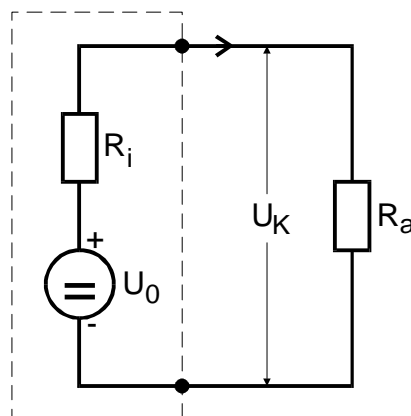

Abb.1: Ersatzschaltbild einer realen Spannungsquelle mit Lastwiderstand  $R_a$
folgt für das vorliegende Problem gemäß Abb.1 mit  $U_{0_n} = U_0$ ,  $I_m = I$  für  $m = 1, 2$ ,  $R_1 = R_i$  und  $R_2 = R_a$  die einfache Beziehung
Damit ist das Absinken der Klemmenspannung mit zunehmendem Strom erklärt. Jetzt ist auch ersichtlich, weshalb zur direkten Messung der Leerlaufspannung ein hochohmiges Voltmeter erforderlich ist; wegen des geringen Stromes kann in diesem Fall das Glied  $IR_i$  in Gleichung (1) vernachlässigt werden, sodass gilt  $U_k \approx U_0$ 2. Den gestrichelt umrandeten Teil in Abb.1 bezeichnet man auch als das **Ersatzschaltbild** einer realen Spannungsquelle. Es dient dazu, das elektrische Verhalten eines realen Objekts durch idealisierte Bauteile, deren Wirkungsweise man genau kennt, zu beschreiben. Im Falle der realen Spannungsquelle benötigt man dazu einen ohmschen Widerstand  $R_i$  und dazu - in Reihe geschaltet - eine sogenannte **ideale Spannungsquelle**3 (in Abb.1 durch das Kreissymbol gekennzeichnet). Letztere hat die Eigenschaft, eine von äußeren Einflüssen unabhängige Spannung  $U_0$  bei einem Innenwiderstand null zu liefern.